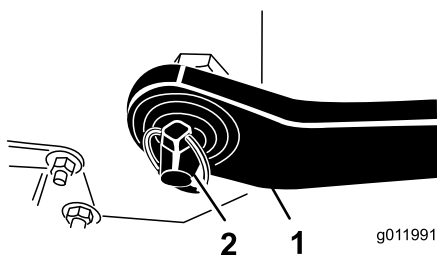

図 3
4. ヒッチピンに左右の下リンクアームを挿入する 図 3。
5. リンチピンで、下リンクアームをヒッチピンに固定する 図 3。